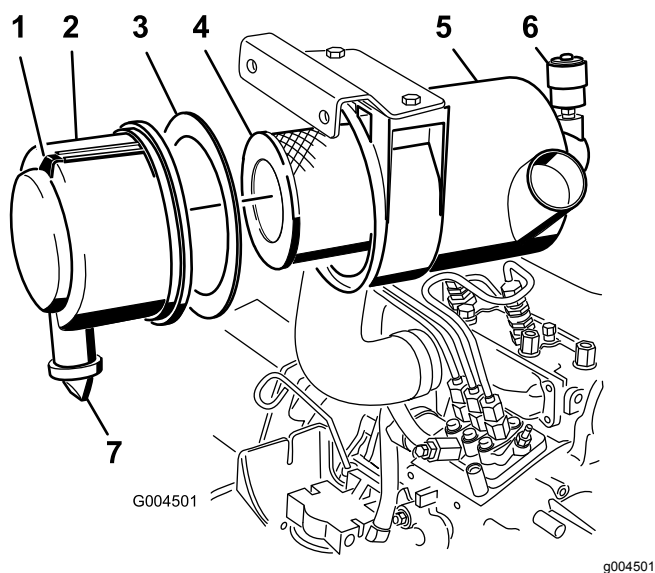

Figura 54
2. Revise el filtro del limpiador de aire cuando el indicador del limpiador de aire se vea rojo (Figura 54) o cada 400 horas (más frecuentemente en condiciones extremas de polvo o suciedad). No limpie con demasiada frecuencia el filtro de aire.
1. Tire hacia fuera del enganche y gire la tapa del limpiador de aire en el sentido contrario a las agujas del reloj (Figura 54).
2. Retire la cubierta de la carcasa del limpiador de aire (Figura 54).
4. Retire y cambie el filtro primario (Figura 54).
6. Asegúrese de que la junta de gomaespuma está colocada en la tapa y que no está desgarrada ni dañada (Figura 54).
- A. Retire la válvula de salida de goma de la cubierta (Figura 54).
10. Reinicie el indicador (Figura 54) si se ve rojo.